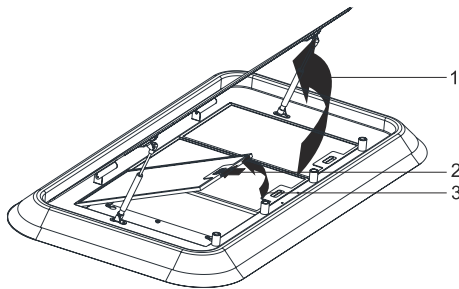

Abb. 11
- 1.** Öffnen Sie das seitliche Absaugungsglas. (Abb. 11/1)
Öffnen Sie die Metallfettfiltersperre, (Abb. 11/2) ziehen Sie den Metallfettfilter nach oben und nehmen Sie ihn heraus. (Abb. 11/3)